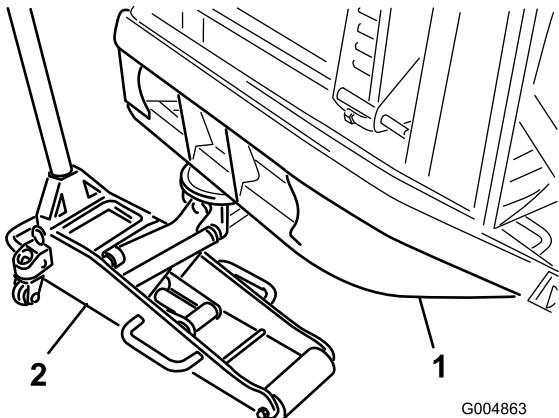

Figure 7
2. Placez une chandelle sous chaque moteur de roue et un cric rouleur sous le pare-chocs arrière (Figure 7), ou utilisez un palan.